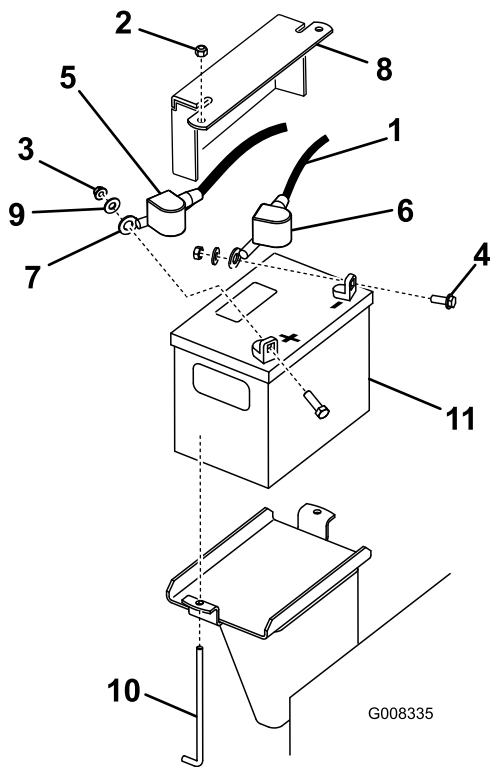

Figure 38
3. Enlevez le capuchon en caoutchouc noir qui protège le câble négatif. Débranchez le câble négatif de la batterie de la borne négative (-) de la batterie (Figure 38).
- Enlevez le capuchon rouge de la borne positive (rouge) de la batterie et débranchez le câble positif (rouge) de la batterie (Figure 38).
- Enlevez la plaque de maintien, les boulons en J et les contre-écrous de fixation de la batterie (Figure 38) et retirez la batterie.
1. Branchez le câble positif (rouge) de la batterie à la borne positive (+) à l'aide des fixations retirées précédemment (Figure 38).
3. Branchez le câble négatif de la batterie à la borne négative (noir) au moyen des fixations retirées précédemment (Figure 38).
4. Fixez la batterie au moyen de la barre et des écrous à oreilles (Figure 38).